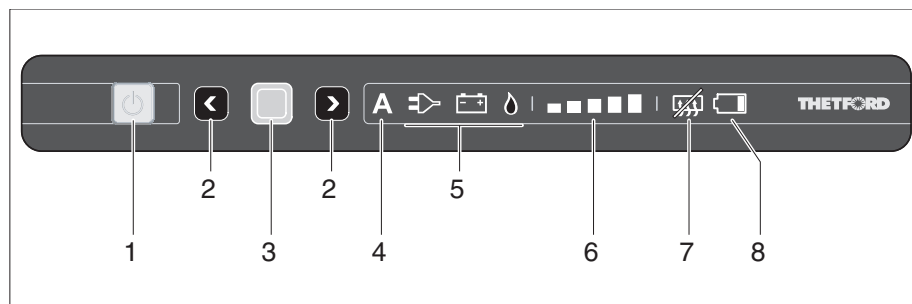

Fig. 323 Eléments de commande et d'affichage pour le réfrigérateur (Thetford sans SES)
- Appuyer sur la touche (Fig. 323,1).
- Enfoncer le bouton-poussoir (Fig. 323,1) et le maintenir enfoncé. Toutes les lampes s'éteignent.
Si le mode automatique est sélectionné, l'affichage de mode automatique (Fig. 323,4) et le meilleure source disponible (Fig. 323,5) s'allument au panneau de contrôle.
- Enfoncer la touche de confirmation (Fig. 323,3) et la maintenir enfoncée. Les symboles de modes de fonctionnement (Fig. 323,5) commencent à clignoter.
- Avec les touches de sélection (Fig. 323,2), sélectionner le régime au gaz et accepter la sélection avec la touche de confirmation (Fig. 323,3).
- Avec les touches de sélection (Fig. 323,2), sélectionner le régime 230 V et accepter la sélection avec la touche de confirmation (Fig. 323,3).
- Avec les touches de sélection (Fig. 323,2), sélectionner le régime 12 V et accepter la sélection avec la touche de confirmation (Fig. 323,3).
- Appuyer à nouveau sur la touche de confirmation (Fig. 323,3). L'affichage de niveau de refroidissement (Fig. 323,6) commence à clignoter.
- Avec les touches de sélection (Fig. 323,2), sélectionner le niveau de refroidissement désiré et accepter la sélection avec la touche de confirmation (Fig. 323,3).